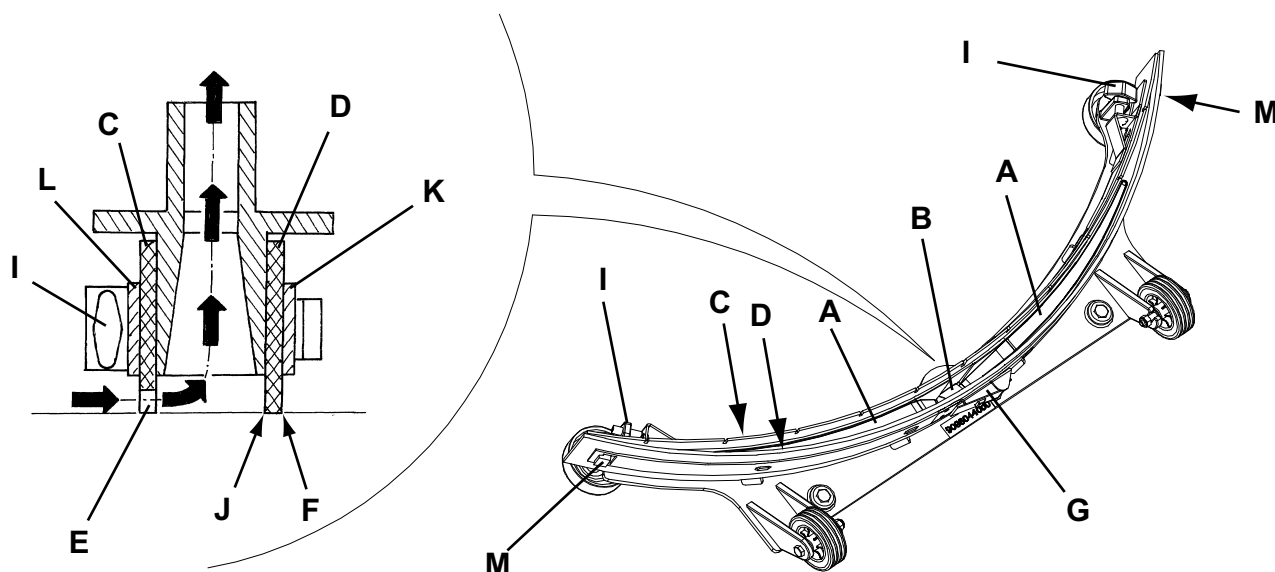

Рис. 3
2. Отсоедините шнур питания (3) от электросети и намотайте его на держатель (4).
3. Опустите швабру (21) с помощью рычага (7).
4. Ослабьте маховики (22) и снимите швабру (21).
5. Отсоедините вакуумный шланг (11) от швабры.
6. Вымойте и очистите швабру (рис. 3). В частности, очистите отсеки (A) и отверстие (B) от грязи и мусора. Проверьте передний скребок (C) и задний скребок (D) на предмет их целостности, отсутствия порезов и разрывов; в случае необходимости замените их (см. порядок действий в следующем разделе).
1. Очистите швабру (рис. 3) как описано в предыдущем абзаце.
2. Проверьте, что кромка (Е, Рис. 3) переднего скребка (С) и кромка (F) заднего скребка (D) установлены на одном и том же уровне по всей длине; иначе отрегулируйте их высоту следующим образом:
- Освободите соединительную тягу (G) и освободите фиксаторы (M) для регулировки заднего скребка (D); затем зацепите фиксаторы и зацепите соединительную тягу.
- Ослабьте маховики (I) и отрегулируйте передний скребок (C); затем затяните маховики.
3. Проверьте передний (C) и задний скребки (D) на целостность, наличие порезов и разрывов; если необходимо замените их, как показано ниже. Проверьте, не изношен ли передний угол (J) заднего скребка; в случае необходимости переверните скребок, чтобы поменять местами изношенный угол с целым. Если и другие углы изношены, замените скребок в следующем порядке:
- Освободите соединительную тягу (G), отцепите фиксатор (M) и снимите фиксирующую полосу (K), затем замените/переверните задний скребок (D).
1. Отсоедините шнур питания (3) от электросети и намотайте его на держатель (4).
3. Откройте крышку (18) в положение для мытья (L, Рис. 3).
4. Помойте чистой водой крышку (A), баки (B и C) и вакуумную решетку с автоматически запирающим поплавком (D). Спустите воду из баков с помощью шлангов (12 и 13).
5. В случае необходимости освободите фиксаторы (E) и откройте решетку (D), приведите в порядок поплавки (F), очистите все компоненты и затем установите их назад.
6. Проверьте, цела ли прокладка крышки (G).